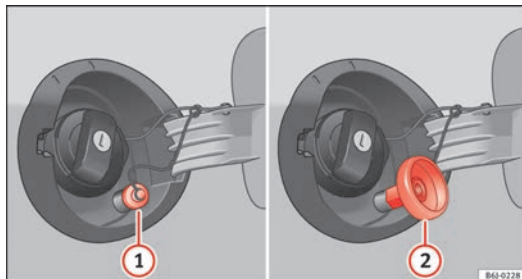

Fig. 128 Sportellino del serbatoio con bocchettone di rifornimento del GPL e adattatore.
- Svitare il tappo del bocchettone di rifornimento del gas ⇒ fig. 128 ①.
- Avvitare l'adattatore necessario ⇒ fig. 128 ② al bocchettone di rifornimento del gas ①.
- Svitare l'adattatore ⇒ fig. 128 ②.
⇒ fig. 128 ①.